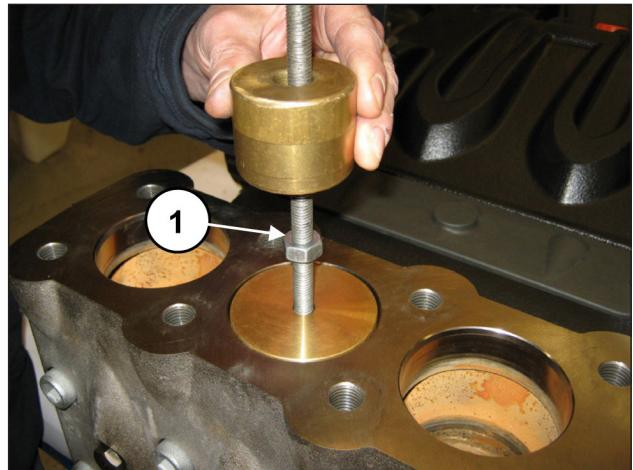

Рис. 98
Извлеките пробку клапана с помощью съемника с ударной массой, установив его в отверстие M10 пробки клапана (поз. ①, Рис. 98).